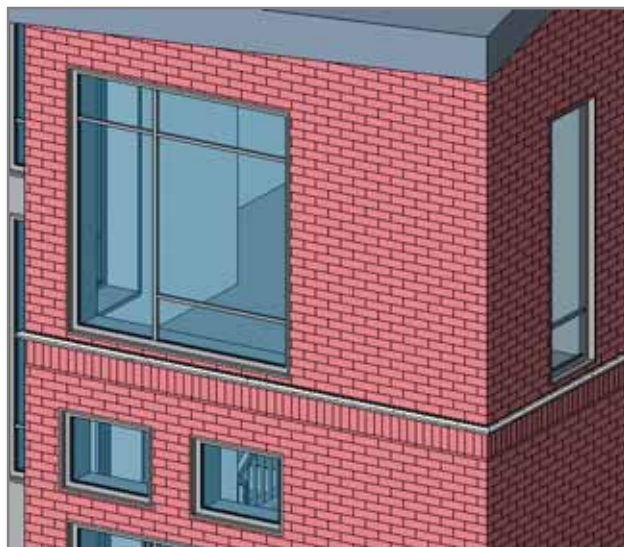

Рис. 9. Наш окончательный результат
9. Щелкните три раза *OK* и закройте диалоги. Результат представлен на рис. 9.